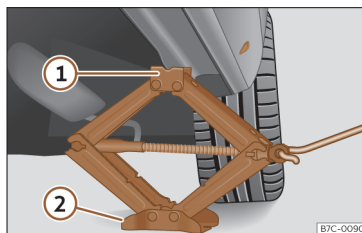

Abb. 208 Längsträger: Wagenheber ansetzen.
- Drehen Sie die Kurbel des unter dem Aufnahmeplatz des Längsträgers befindlichen Wagenhebers, bis sich die Nase ① >>> (**Abb. 208**) unter der vorgesehenen Eindrückung befindet.
- Richten Sie den Wagenheber so aus, dass sein Aufnahmehorn ① in die dafür vorgesehene Aufnahme am Längsträger „greift“ und die bewegliche Grundplatte ② plan auf dem Boden aufliegt. Die Bodenplatte ② muss sich dabei senkrecht unter dem Aufnahmeplatz ① befinden.